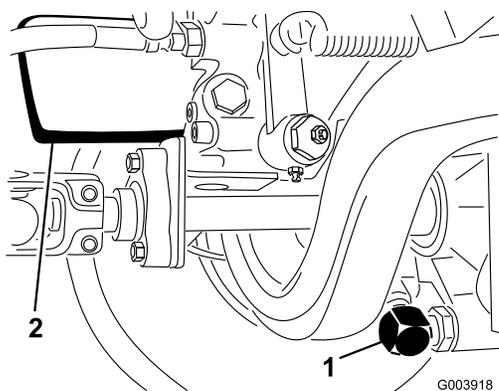

Figure 63
2. Nettoyez la surface autour de la conduite d'aspiration au bas de la transmission (Figure 63) et placez un récipient au-dessous.
2. Nettoyez la surface autour de la surface de montage du filtre (Figure 63) et placez un bac de vidange sous le filtre.